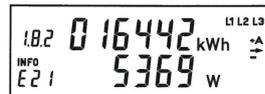

Abbildung 2
- Abbildung 2 = Tarif 2: Energiezählwerksstand OBIS-Code 1.8.2 inaktiv